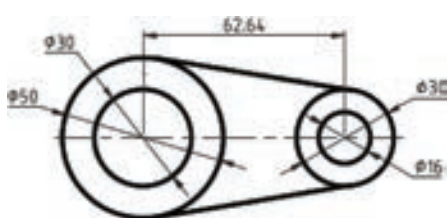
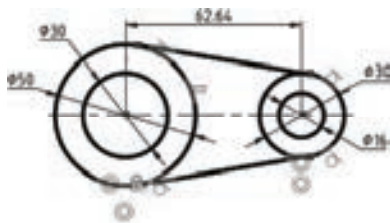

图 11-34 原始图形
图 11-35 显示图形中的所有几何约束
1) 打开“将标注转换为标注约束.dwg”文件（该文件位于随书光盘的“CH11”文件夹中），该文件中存在的原始图形如图 11-34 所示。该图形已经建立了若干个几何约束，在功能区“参数化”选项卡的“几何”面板中单击“全部显示”按钮，可以显示图形中的所有几何约束，如图 11-35 所示。